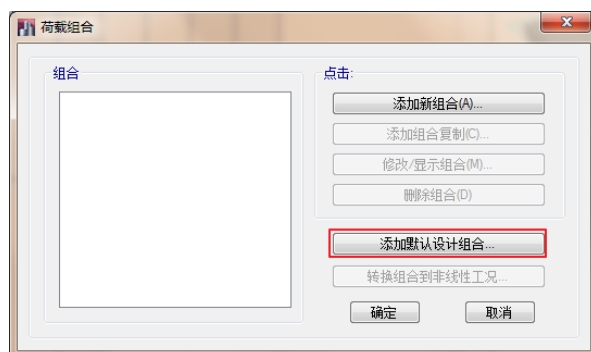

图 8-4 荷载组合对话框
1. 点击菜单：**定义>荷载组合**，弹出**荷载组合**对话框，如图 8-4 所示。